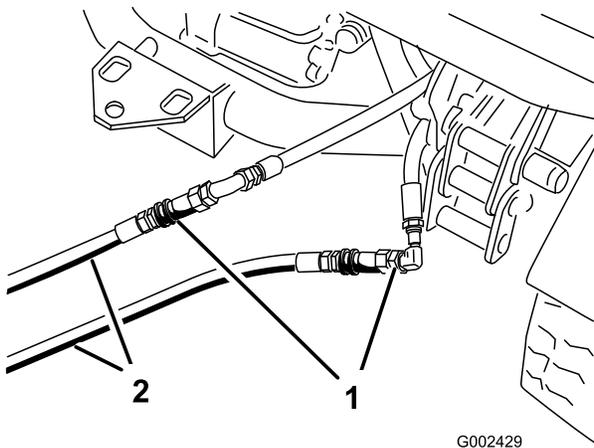

図 76
- 故障しているワークマンのカップラ・ホースに、救援用ホースをつなぐ（図 76）。使用しないフィッティングにはキャップをかぶせておく。